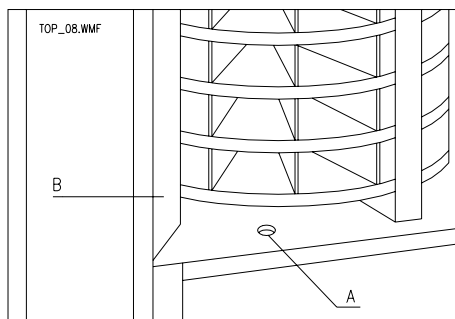

FIG. 8
2. Décrocher de la grille antérieure gauche en acier Réf.B FIG. 8.
6. Pour le dernier plateau en bas, il faut utiliser comme trou celui en bas du caisson Réf. A FIG. 8, après s'être placés par rapport à lui.